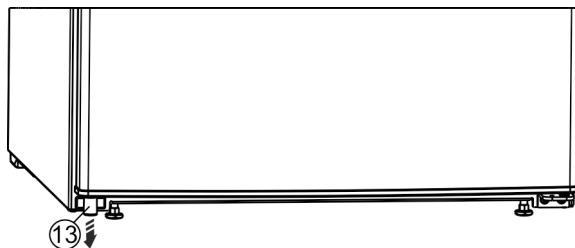

Fig. 13 *
- ▶ Apačioje, kairėje pusėje išimkite tarpiklį Fig. 13 (13) iš durų.*